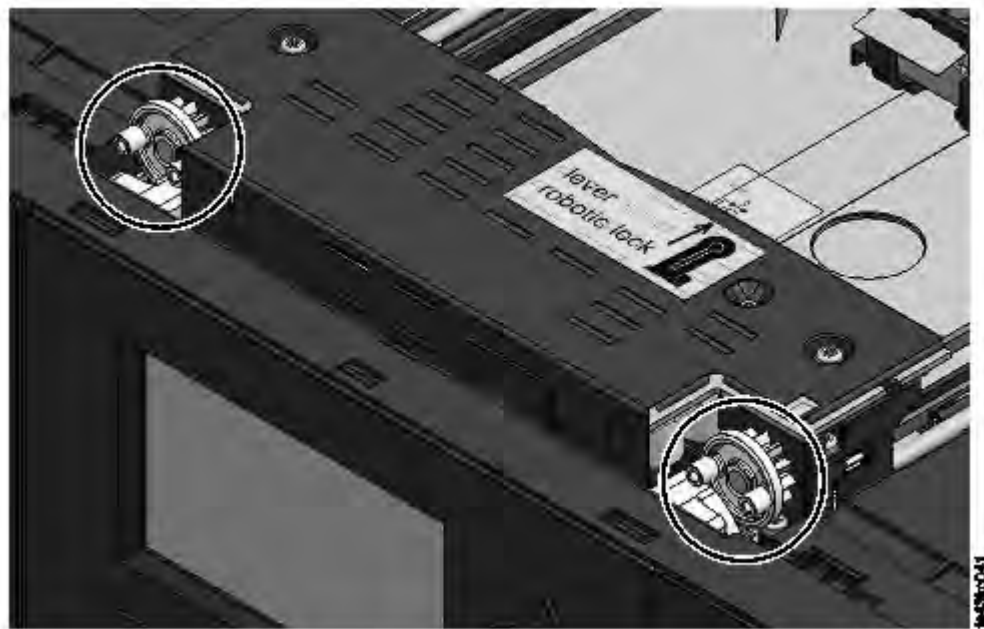

Figura 85. Las patillas está alineadas horizontalmente
1. Cada esquina del descriptor de acceso tiene un engranaje con dos patillas que sobresalen. Gire uno de los engranajes en el descriptor de acceso para que las dos patillas se alineen horizontalmente. Consulte Figura 85 en la página 186